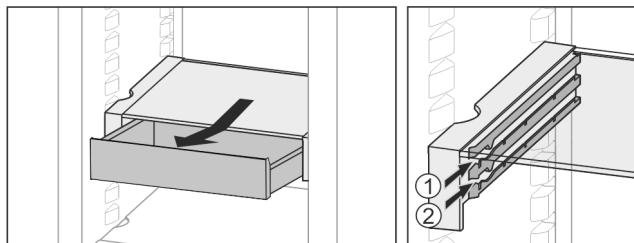

Fig. 28
- Zasuňte ju v l'ubovoľnej výške Fig. 28 (1) alebo Fig. 28 (2).